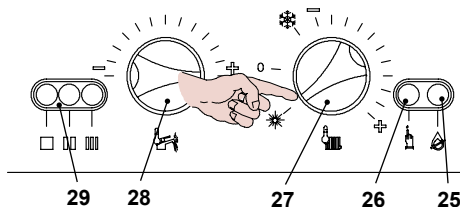

Figura 7.2
- Alimentare elettricamente la caldaia azionando l'interruttore bipolare previsto nella installazione; la lampada di segnalazione 29 in Figura 7.2 lampeggia ogni 4 secondi
- Posizionare il selettore 27 come indicato in Figura 7.2; la lampada di segnalazione 29 lampeggia ad intermittenza circa ogni 2 secondi
- Tenere premuto il pulsante di ripristino 26 in Figura 7.2 per circa 10 secondi, la lampada di blocco 25 inizierà a lampeggiare.
- Per settare la funzione spazzacamino le spie di segnalazione 29 in Figura 7.2 de-
Ripremere il pulsante di ripristino 26 in Figura 7.2 per circa 5 secondi, la lampada di blocco 25 si spegne, mentre le spie di segnalazione 29 lampeggiano in maniera richiesta potenza riscaldamento Figura 7.4